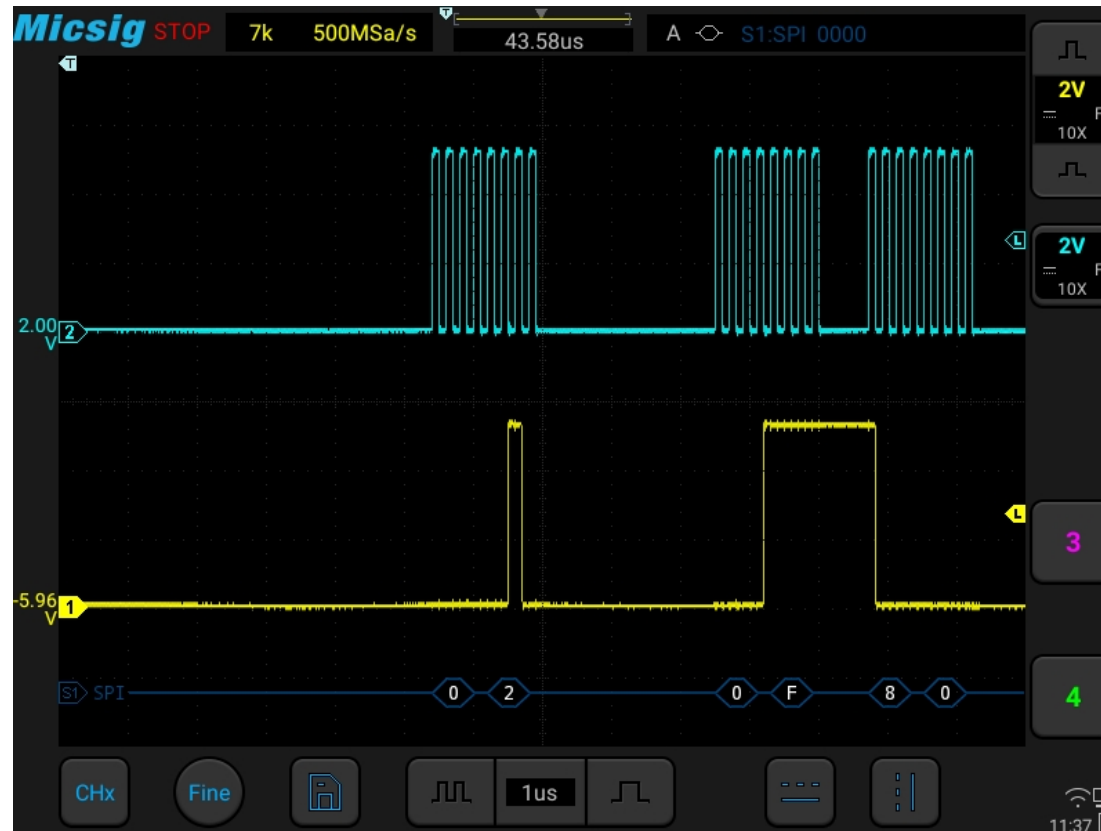

Abbildung 12-20 Grafische SPI-Schnittstelle
- (1) Tippen Sie auf S1, um den Decodierungskanal zu öffnen, und klicken Sie erneut auf S1, um das Buskonfigurationsmenü zu öffnen.
- (2) Wählen Sie als Bustyp „SPI“, klicken Sie auf „Ch1“ als steigende Flanke, die Daten sind „Ch2“ High-Pegel und die Datenwortlänge ist „4 Bit“.
- (3) Öffnen Sie das Triggereinstellungsmenü, klicken Sie auf „Daten“ auf dem Touchscreen und stellen Sie mit der virtuellen Softtastatur die zu vergleichenden Daten auf „0001“ ein.
- (4) Passen Sie die Schwellenwerte der beiden Kanäle entsprechend der Signalamplitude an. Die grafische SPI-Trigger-Schnittstelle ist in Abbildung 12-20 dargestellt: